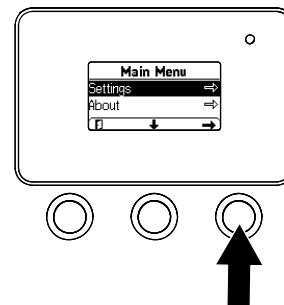

Figura 27
- En el MENÚ PRINCIPAL, utilice el botón central para desplazarse hacia abajo al menú AJUSTES y pulse el botón derecho (Figura 27).